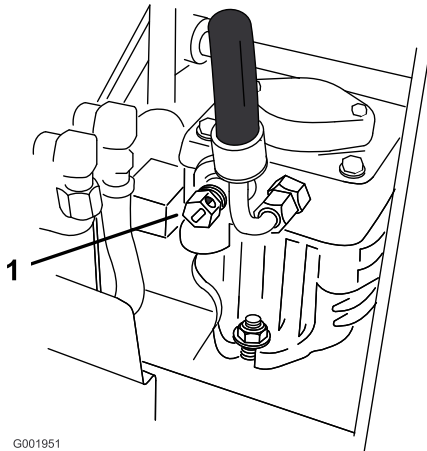

Figure 24
2. Ouvrez les vannes de dérivation des deux pompes en les tournant 1 à 2 fois dans le sens antihoraire. Cela permet au liquide hydraulique de contourner les pompes et aux roues de tourner (Figure 24).